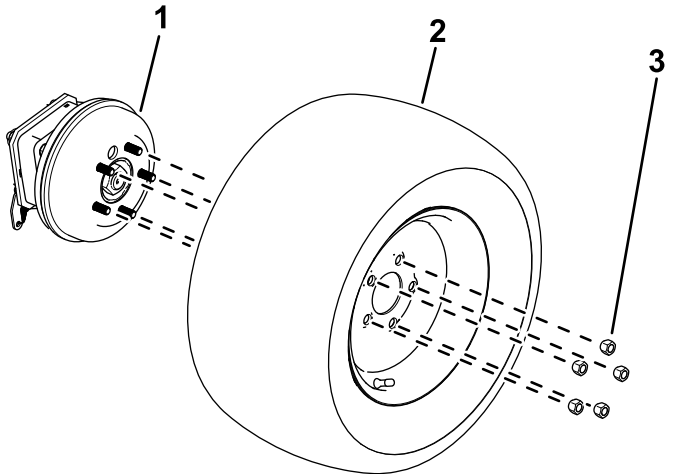

Figure 11
1. Desserrez et retirez les écrous de roue (Figure 11).
2. Déposez les roues des moyeux (Figure 11).
- Fixez les roues sur les moyeux à l'aide des écrous de roues retirés précédemment (Figure 11).